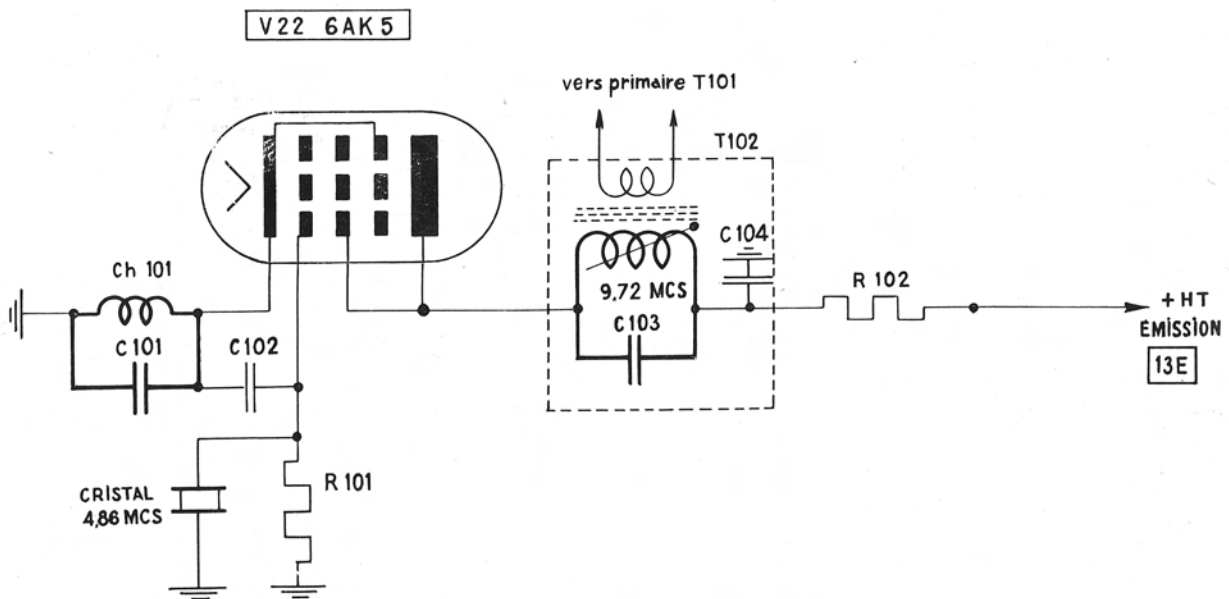

Fig. 15. — Oscillateur 9,72 Mcs.
a) Oscillateur 9,72 Mcs (fig. 15).